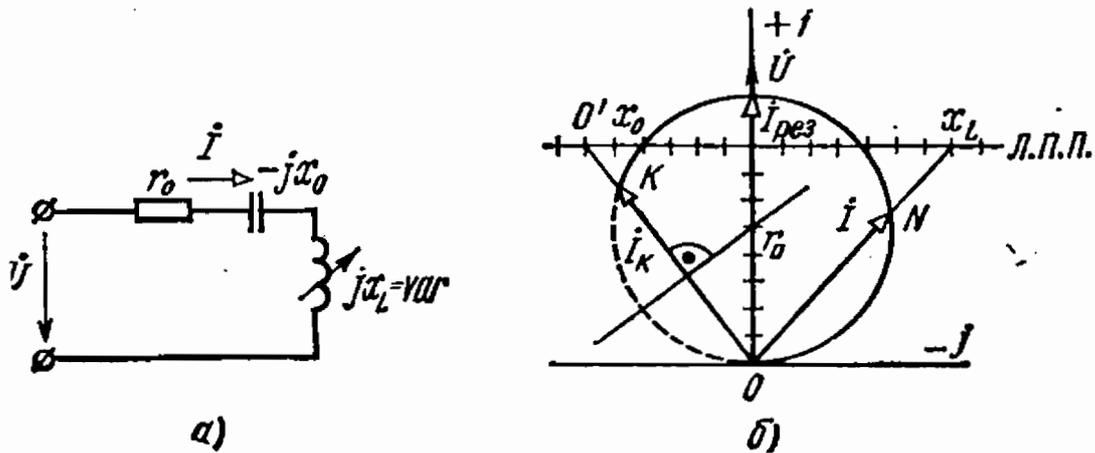

Рис. 3.44
3.44. Построить годограф тока \vec{I} для цепи схемы рис. 3.44, а, если напряжение $U = 100$ В, сопротивления $r_0 = 8$ Ом, $x_0 = 6$ Ом, а сопротивление x_L изменяется от 0 до ∞ .
Ответ. Круговая диаграмма тока приведена на рис. 3.44, б. Рабочей частью окружности является дуга KNO . Диаметр окружности определяется резонансным током $I_{рез} = U/r_0 = 100/8 = 12,5$ А.